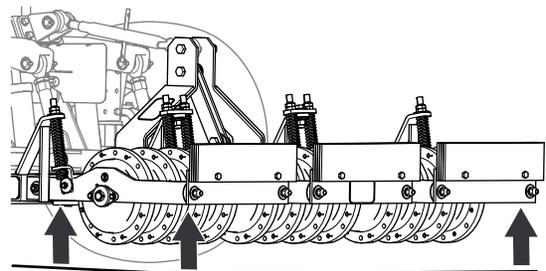

Bild 19
7. Stellen Sie die Lenker der 3-Punkt-Anhängung so ein, dass der Aerifizierer von links nach rechts und von vorne nach hinten (Bild 19) ausgerichtet ist; siehe Betriebsanleitung Ihrer Zugmaschine.